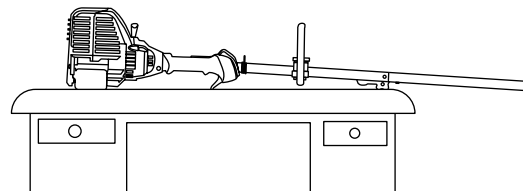

Fig. 26
2. Placez la machine sur une surface plane avec le bouclier de la tête de coupe pendant d'un banc de travail ou d'une table pour obtenir une lecture correcte du niveau d'huile (Fig. 26).